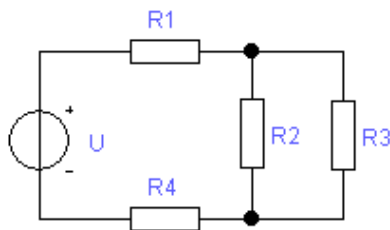

Рис. 2.20.
2.7.38. На рис.2.20 схема електричного кола з джерелом $U=50\text{В}$ на яке навантажені споживачі в вигляді опорів: $R_1=80\ \text{Ом}$, $R_2=300\ \text{Ом}$, $R_3=700\ \text{Ом}$, $R_4=110\ \text{Ом}$. Знайти струми во всіх гілках електричного кола.